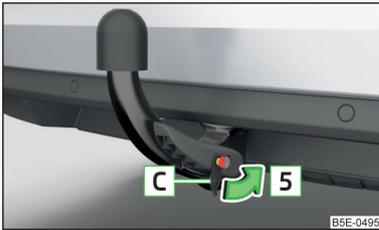

Abb. 166
- › Die Kappe [C] auf das Schloß in Pfeilrichtung [5] » Abb. 166 stecken » **!**.